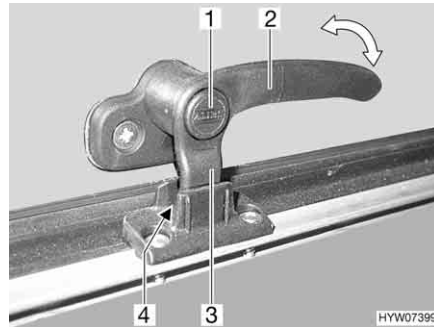
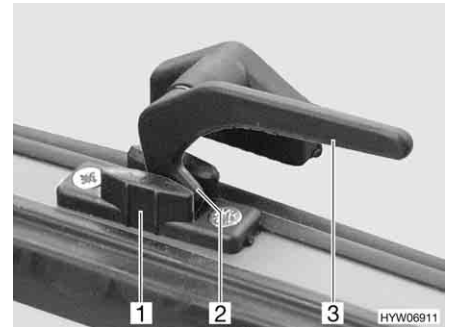

Bild 65 Verriegelungshebel mit Sicherungsknopf in Stellung "Dauerbelüftung"
Bild 66 Verriegelungshebel in Stellung "Dauerbelüftung"
- in Stellung "Dauerbelüftung" (Bild 65 und Bild 66)
- Wenn vorhanden, Sicherungsknopf (Bild 65,1) drücken und gedrückt halten.
- Den Verriegelungshebel (Bild 65,2 oder Bild 66,3) eine viertel Umdrehung zur Fenstermitte hin drehen.
- Den Verriegelungshebel wieder zurückdrehen. Die Verriegelungsnase (Bild 65,3 oder Bild 66,2) am Verriegelungshebel dabei in die Ausparung der Fensterverriegelung (Bild 65,4 oder Bild 66,1) einfahren.
- Wenn vorhanden, Sicherungsknopf (Bild 65,1) loslassen.